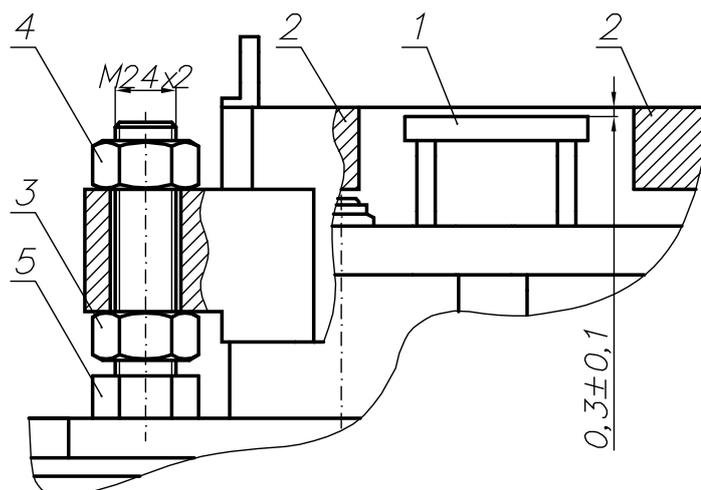

Рис. 16. Схема настройки зазора.
- не менее 1 раза в 2 недели контролировать зазор между опорой поддона и верхней поверхностью вибростолы, рис. 16. Для контроля использовать щуп и линейку. Для изменения величины зазора необходимо ослабить гайку стопорную и, вращая регулировочную гайку 3, установить необходимый зазор. Величина зазора контролируется в цен-